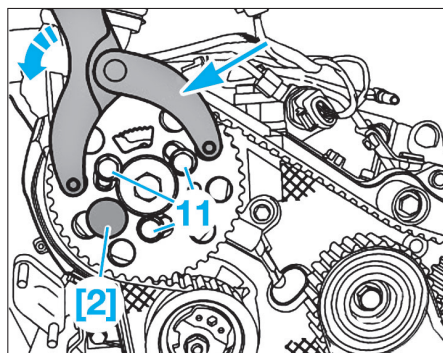

FIG. 18
• Tourner éventuellement le moyeu de l'arbre à cames avec le contre-appui, jusqu'à ce qu'il soit possible de le freiner en serrant au moins une vis de fixation (11) à la main (Fig.18).
• Bloquer le moyeu de l'arbre à cames à l'aide de la tige de blocage [2] (Fig.18).